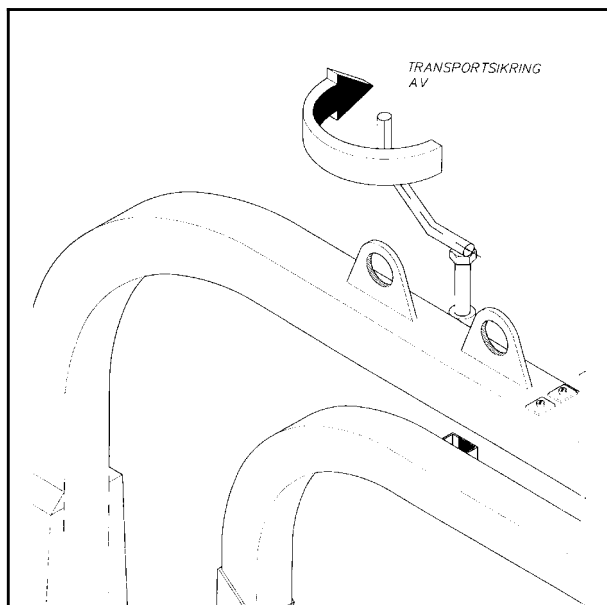

Fig. 4-14
6. Ta ut låsebolten som holder sveivarmen fast til ramma under transport. (Se fig. 4-14 og 2-7). Event. fold ut og lås ekstra sveivarm på TWIN. Gjør likeledes med knivbjelkene (Se kap. 2.9 og fig. 2-7, 2-8, 2-9 og 2-10)